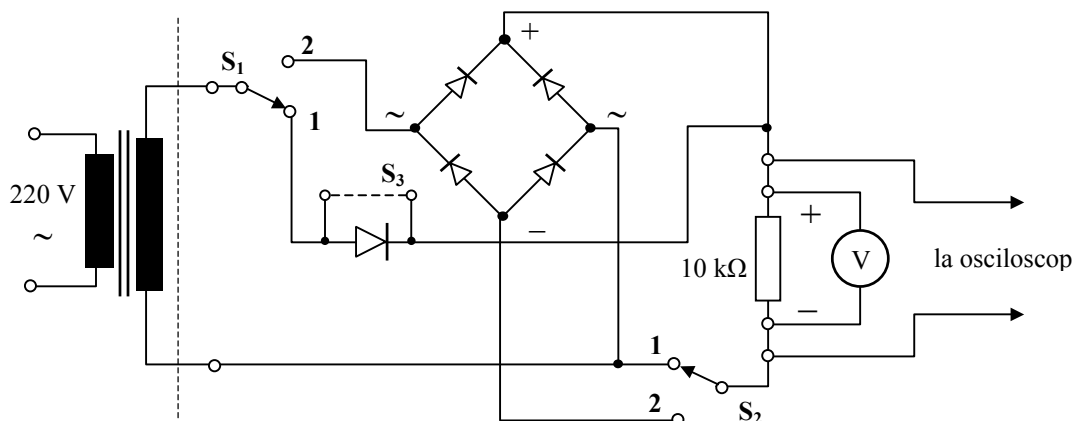

Fig.5 Montajul experimental
1. Se deconectează tensiunea și se fac conexiunile pentru alimentarea punții redresoare ca în fig. 5.
În fig. 5 se prezintă schema montajului experimental folosit. Desenarea dispozitivelor și componentelor respectă întocmai topologia montajului realizat practic. Circuitul este realizat pe cablaj imprimat. Cu ajutorul cerculețelor s-au prezentat bornele de conectare la echipamentele externe. Comutatoarele S_1 și S_2 permit selectarea tipului de redresor folosit, astfel: pe poziția 1 se selectează redresorul monoalternanță, în timp ce pe poziția 2 se selectează redresorul dublă alternanță în punte. Comutatorul notat cu S_3 permite șuntarea diodei din redresorul monoalternanță în vederea stabilirii caracteristicilor de curent alternativ ale circuitului. În fig. 5 este indicată polaritatea conectării voltmetrului de curent continuu. Conectarea osciloscopului se face cu ieșirea "-" la masă.